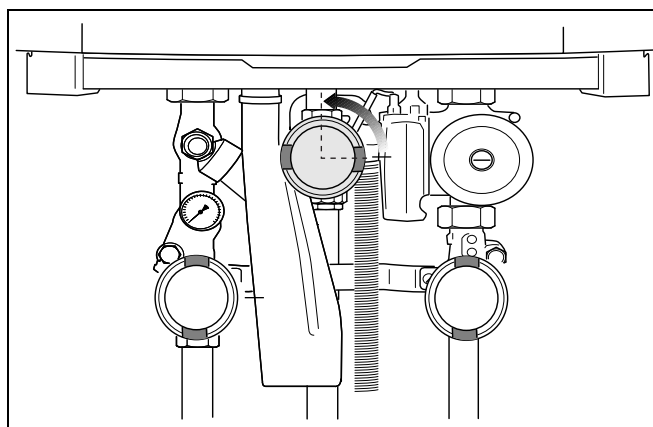

Bild 77 Öppna gaskranen
- Öppna gaskranen långsamt. Tryck in den och vrid $\frac{1}{4}$ varv åt vänster (bild 77).
- Öppna gaskranen långsamt. Tryck in den och vrid ¼ varv åt vänster (bild 77, sidan 54).
- Öppna gaskranen långsamt. Tryck in den och vrid ¼ varv åt vänster (bild 77).